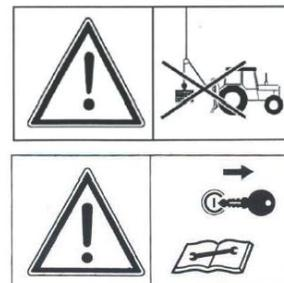

Bild 1
25. Besonders gefährlich ist es, sich vor dem Baum aufzuhalten, der zum Ziehen bestimmt ist (Bild 1).